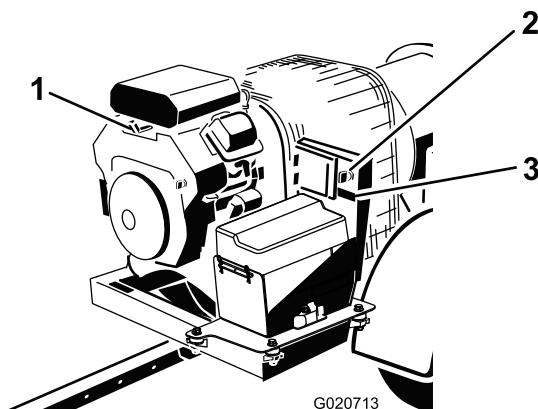

图10
3. 将发动机点火钥匙旋转到“启动”位置并快速释放到“运行”位置（图10）。这样可以唤醒接收器。
4. 如果离开机器、请将发动机钥匙旋转到“关闭”位置、并从开关中拔出（图10）。